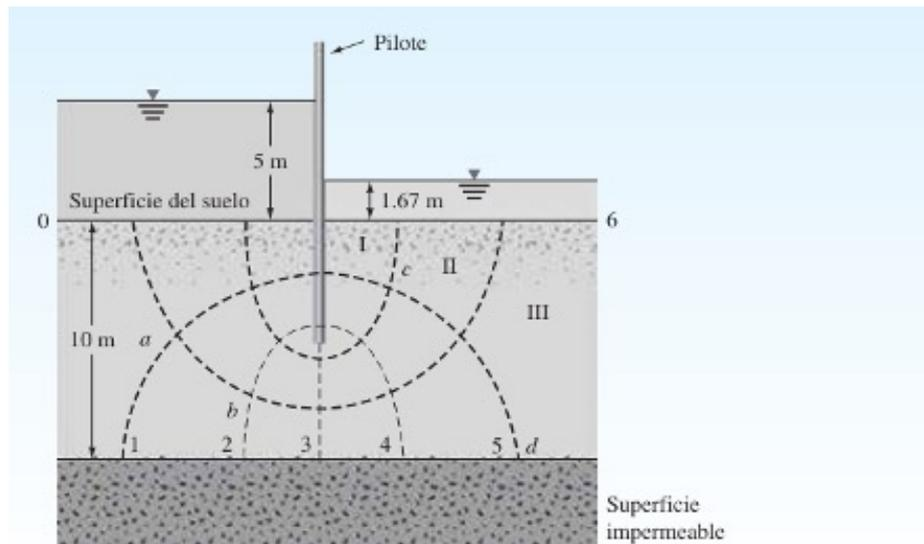

Figura 7.7 Red de flujo para el flujo en torno a una fila de pilotes en una capa de suelo permeable
En la figura 7.7 se muestra una red de flujo para el flujo en torno de una sola fila de pilotes en una capa de suelo permeable. Tenemos que $k_x = k_z = k = 5 \times 10^{-3}$ cm/s.
- a. En la figura 7.7 vemos que $N_f = 3$ y $N_d = 6$. La diferencia de carga entre el lado de aguas arriba y aguas abajo es 3.33 m, por lo que la pérdida de carga por cada gota es $3.33/6 = 0.555$ m. El punto a está situado en la línea equipotencial 1, lo que significa que la caída de potencial en a es 1×0.555 m. El agua en el piezómetro en a subirá a una elevación de $(5 - 0.555) = 4.445$ m por encima de la superficie del suelo. Del mismo modo, podemos calcular el resto de los niveles piezométricos: